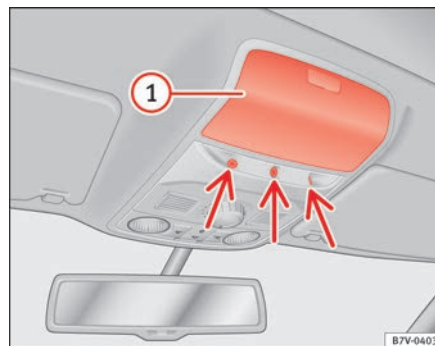

Fig. 49 En la consola del techo: sensores de vigilancia del habitáculo.
Cierre el compartimento portaobjetos ⇒ fig. 49 ① de la consola del techo, pues de lo contrario no se garantiza la función de vigilancia del habitáculo (flecha) sin restricciones.